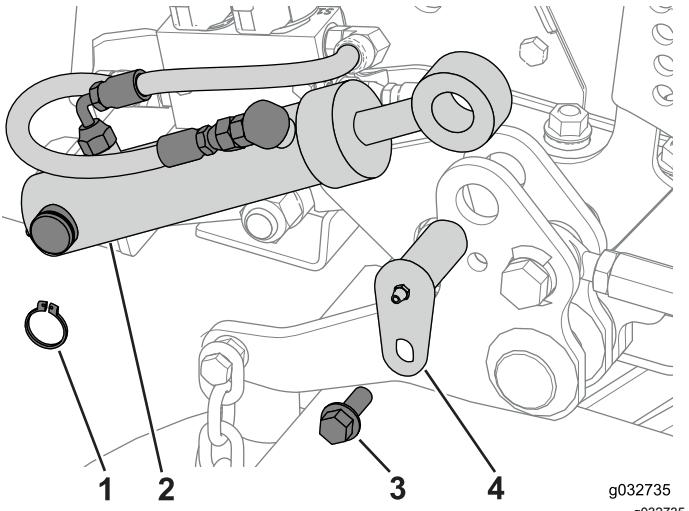

Figure 123
3. Fixez le vérin de levage du tablier au pivot à l'aide du circlip, de l'axe de pivot et du boulon (Figure 123).